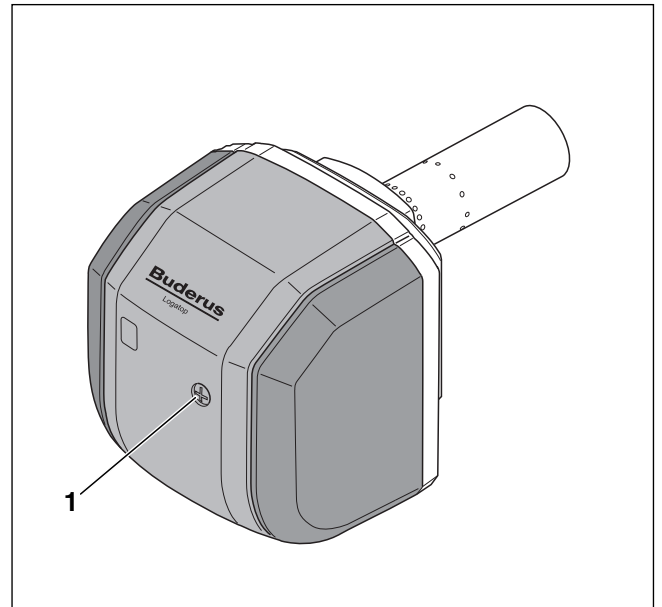

Bild 38 Brennerhaube aufsetzen und verschrauben
- ▶ Befestigungsschraube (→ Bild 38, [1]) der Brennerhaube anziehen.